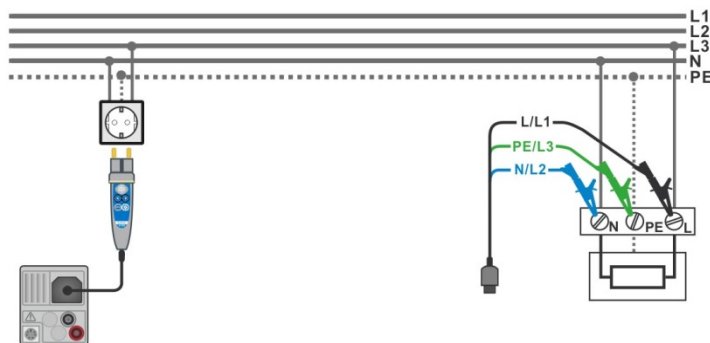

Рисунок 7.29: Подключение щупа «commander» и 3-проводного измерительного кабеля.
- › Подключите измерительный кабель или щуп «Commander» к испытываемому объекту, см. **Рисунок 7.29: Подключение штепсельного щупа «plug commander» и 3-х проводного измерительного кабеля.**